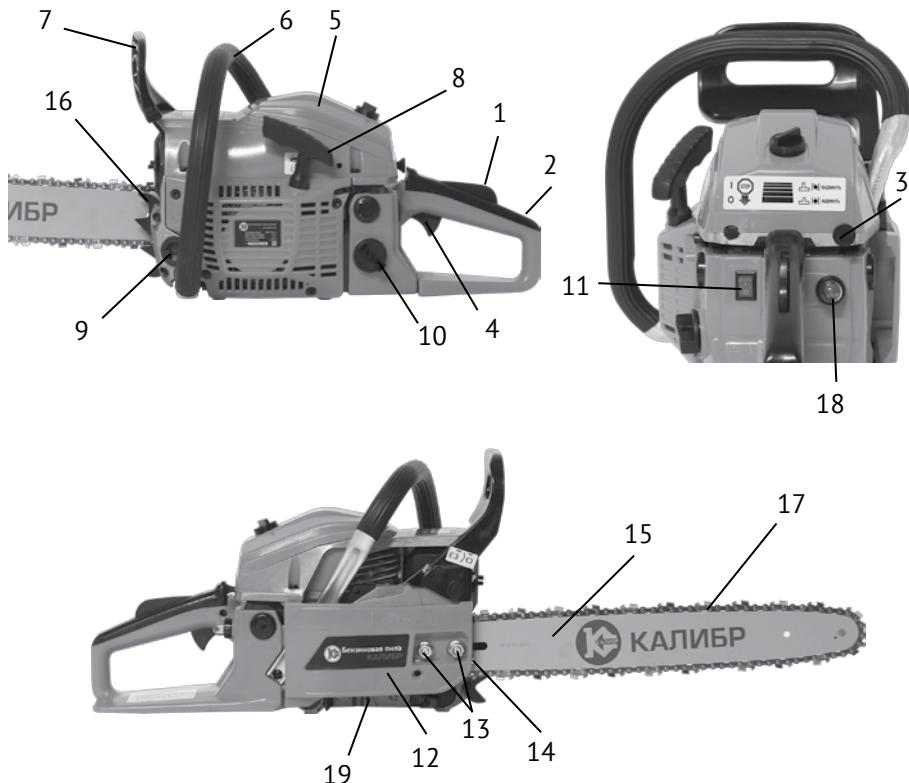

рис.1
Бензопила – инструмент, использующий в качестве привода одноцилиндровый двухтактный бензиновый двигатель внутреннего сгорания. Рабочим органом пилы является пильный аппарат, состоящий из бесконечной (замкнутой) пильной цепи (рис.1 поз.17), бегущей по шине (рис.1 поз.15).
Двигатель работает на топливе из смеси неэтилированного бензина с октановым числом не менее 92 и специального масла для 2-тактных двигателей. Он оснащён мембранным карбюратором и электронной системой зажигания. Для запуска двигателя служит ручной стартёр (рис.1 поз.8) и ручной насос (праймер, рис.1 поз.18) для предварительной подкачки топлива в карбюратор.
Ведущая звёздочка приводится в движение автоматической муфтой сцепления. На холостых оборотах зацепление не происходит, и пильная цепь не движется. Увеличиваем обороты двигателя до рабочих нажатием на рычаг управления дросселем (рис.1 поз.4). При этом колодки муфты сцепления расходятся и входят в зацепление с барабаном. Вращение начинает передаваться на приводную звёздочку пильной цепи. После отключения рычага управления дросселем, обороты двигателя снижаются до холостого хода (около 2900 об/мин), цепь автоматически останавливается. Остановка цепи также осуществляется механическим тормозом двойного действия: вручную, нажав левой рукой на щиток тормоза (рис.1 поз.7) от себя, или при срабатывании автоматического инерционного привода (при отскеоке, защемлении цепи).
Две рукоятки пилы – передняя (рис.1 поз.6) и задняя (рис.1 поз.2) оснащены устройством виброгашения.
2.4 Общий вид бензопилы представлен на рис.1
2.5.1 Установка зубчатого упора (рис.1 поз.16)
Перед монтажом зубчатого упора убедитесь, что переключатель зажигания (рис.1 поз.11) находится в положении «0» - выключено.
- открутите с помощью комбинированного ключа гайки (рис.1 поз.13) крепления шины и снимите тормоз цепи в сборе;
- Ослабьте с помощью комбинированного ключа и снимите с пилы гайки (рис.1 поз.13)
- При снятом тормозе цепи, установите шину (рис.1 поз.15) на крепёжные шпильки в крайнее заднее положение.
- Пильную цепь (рис.1 поз.17) наденьте на ведущую звёздочку, расположенную за барабаном сцепления. Уложите верхнюю часть цепи в паз шины, пропустите цепь между зубцами ведомой звёздочки на переднем конце цепи. Потяните шину вперёд так, чтобы нижняя часть цепи «села» в паз шины. Проверьте, чтобы направление зуба цепи совпадало с направлением, указанном на корпусе. Убедитесь, что тормоз цепи находится в выключенном положении.
- Удерживая шину с цепью, установите тормоз цепи на крепёжные шпильки, так чтобы сухарь винта натяжителя цепи (рис.1 поз.14) попал в регулировочное отверстие хвостовика шины.
- Затяните гайками (рис.1 поз.13) шину и тормоз цепи вручную.
Внимание! Перед регулировкой натяжения цепи убедитесь, что гайки крепления шины (рис.1 поз.13) немного ослаблены.
Регулировка натяжения цепи производится винтом (рис.1 поз.14) при ослабленных гайках крепления шины:
- отверните пробку маслобака (рис.1 поз.9);
Расход масла для смазки цепи регулируется винтом (рис.1 поз.19). При повороте винта по часовой стрелке расход масла уменьшается, при повороте против часовой стрелки – увеличивается (символы MAX и MIN на корпусе).
- установите переключатель зажигания (рис.1 поз.11) в положение «1» - включено;
- несколько раз медленно нажмите на колпачок праймера (рис.1 поз.18) для подкачки топлива, пока смесь не заполнит резиновый колпачок кнопки;
- вытяните до упора кнопку воздушной заслонки (рис.1 поз.3) из корпуса бензопилы;
- нажмите последовательно рычаг безопасности (рис.1 поз.1) и рычаг управления дросселем (рис.1 поз.4);
- правой рукой за рукоятку стартёра (рис.1 поз.8) сделайте несколько коротких рывков шнура стартёра до первых признаков запуска двигателя (схватывание);
- установите переключатель зажигания (рис.1 поз.11) в положение «I» - включено;
- при необходимости, несколько раз медленно нажмите на колпачок праймера (рис.1 поз.18) для подкачки топлива, пока смесь не заполнит резиновый колпачок кнопки;
- вытяните до упора кнопку воздушной заслонки (рис.1 поз.3) из корпуса бензопилы, затем задвиньте полностью обратно (заслонка заняла пусковое положение);
- вывернуть свечу зажигания, которая находится под крышкой (рис.1 поз.5) воздушного фильтра;